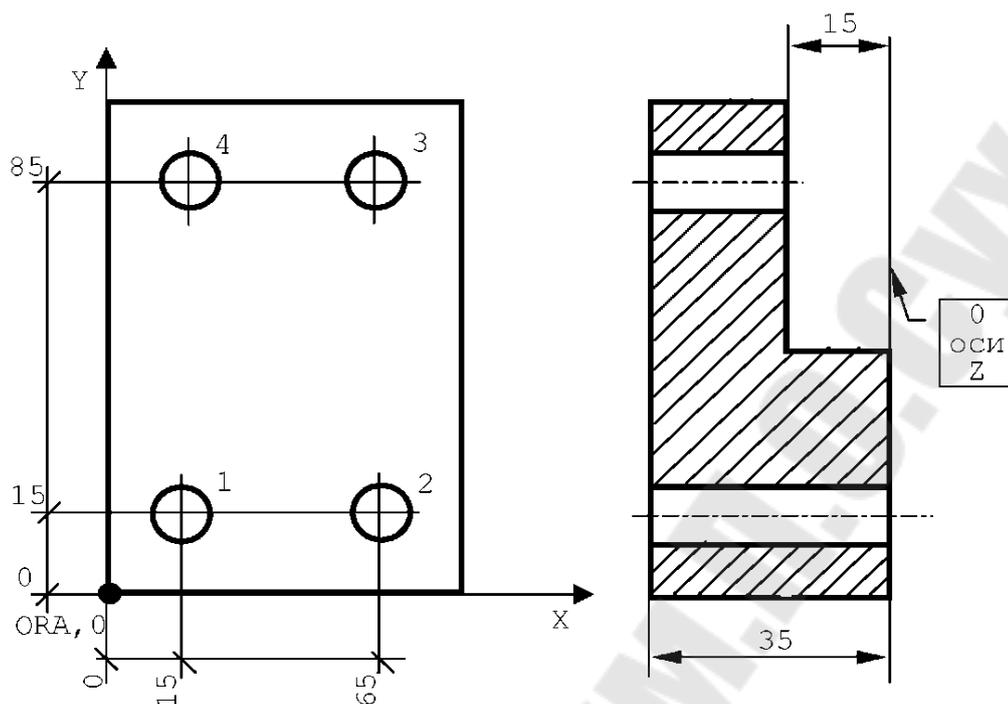

Рис. 6.8. Использование постоянного цикла сверления с применением R параметров
*Пример* приведен на рис. 6.8: